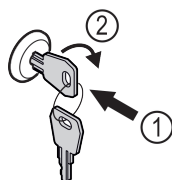

Fig. 144 Примерно изображение
- Пъхнете ключа Fig. 144 (1).
- Завъртете го на 90° по посока на часовниковата стрелка Fig. 144 (2).